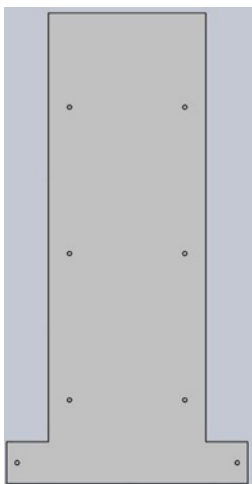

Figura 5.8 – Peça pronta
4.3 Salve sua peça. A Figura 5.8 exibe a peça pronta.